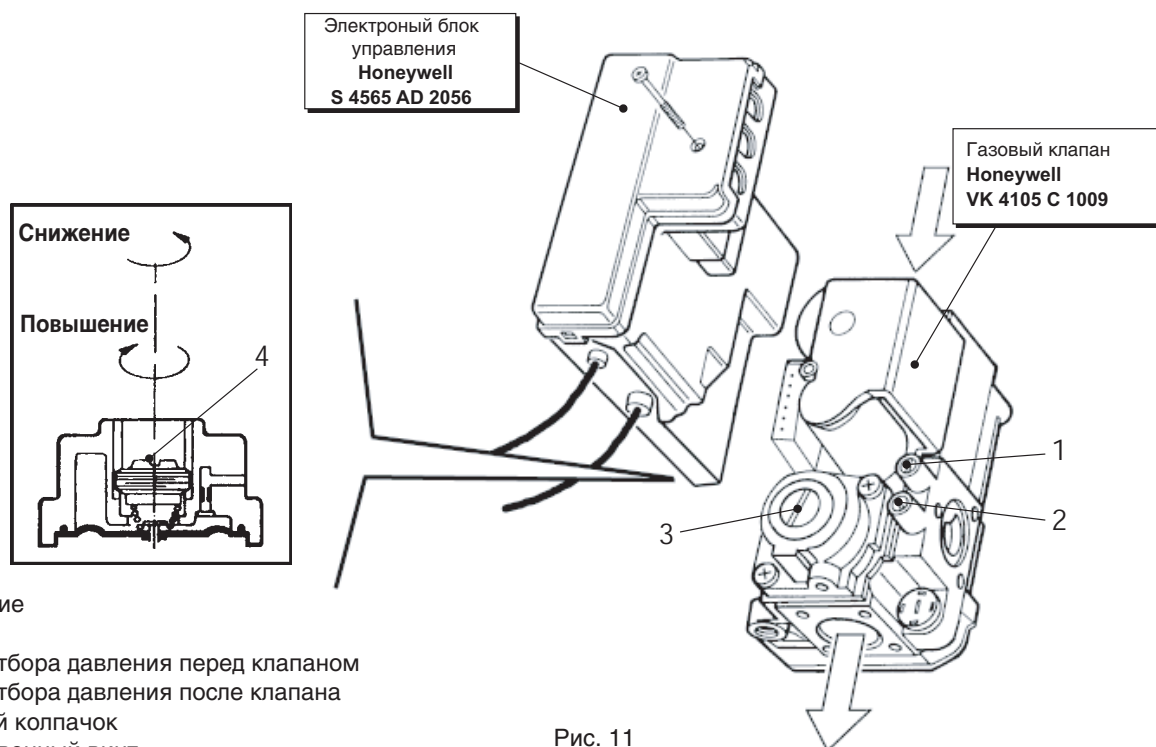

Рис. 11
- Продуйте систему подачи газа используя воздушник, установленный перед газовым клапаном (рис. 11).
Подключите манометр к штуцеру отбора давления 2 (рис. 11) который расположен после газового клапана и поверните ручку термостата котла на максимальное значение.
После снятия защитного колпачка 3 (Рис. 11), используя винт 4, отрегулируйте давление газа, подаваемого в горелку, до необходимого значения в соответствии с графиками на рисунках 4а и 4б, параграф 7.02.